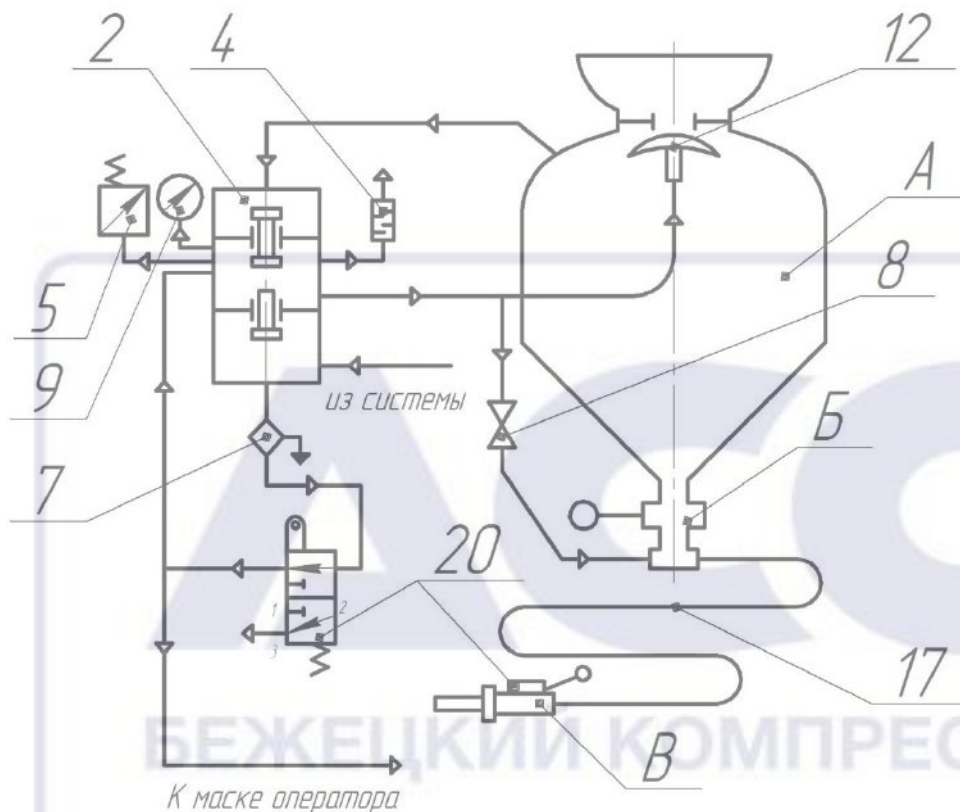

Рисунок 3. Аппарат струйной очистки.
4.6 Пневматическая схема аппарата (рис.3) включает:
4.7 Система пневмоэлементов аппарата (рис.3) позволяет обеспечить очистку сжатого воздуха от масла, влаги, механических включений в фильтре 7 и подачу его на пневмораспределитель 20. Подача очищенного воздуха для дыхания оператора осуществляется также через фильтр.
4.8 Принцип работы (рис.3).